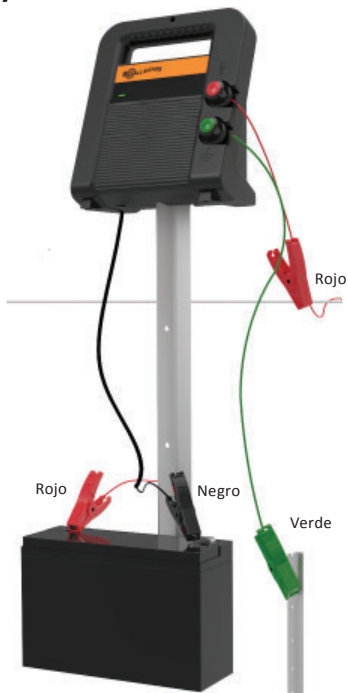

Figura 7
- Conecte el terminal verde a la estaca de tierra que se encuentra al menos 1 m (3 pies) dentro de la tierra. (Figura 7)